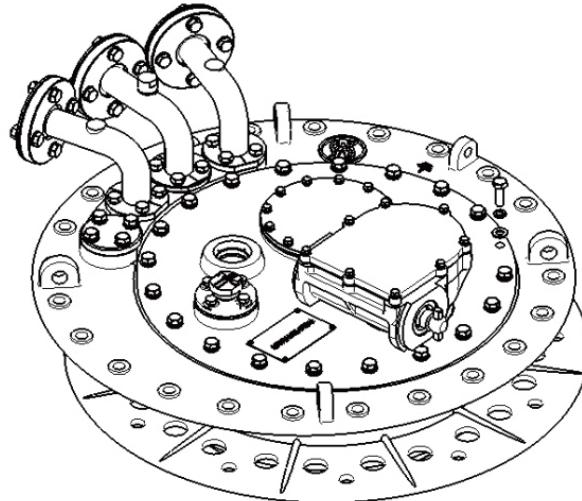

Рисунок 11 Крышка головки устройства РПН
- 3) Снять крышку головки устройства РПН (Рисунок 11).